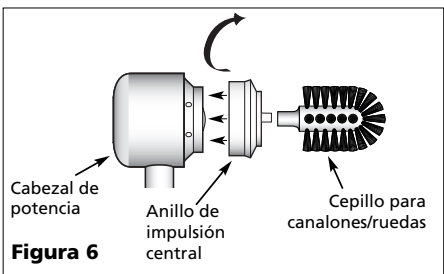

Figura 6
4. Para usar el cepillo para canalón/rueda (Figura 6), presione y gire el accesorio sobre el anillo de impulsión central. Presione firmemente el anillo de impulsión central sobre el cabezal de potencia.